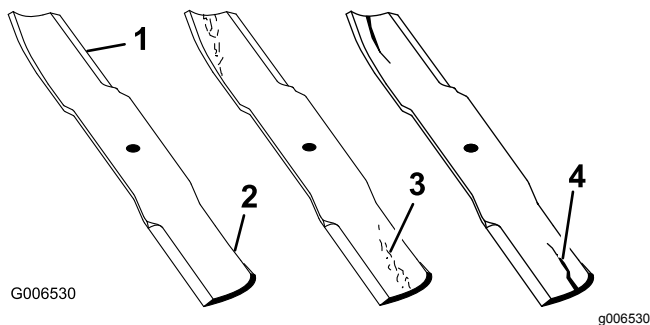

Figura 97
1. Inspeccione los filos de corte (Figura 97).
4. Si observa fisuras, desgaste o la formación de una ranura en esta zona, instale de inmediato una cuchilla nueva (Figura 97).